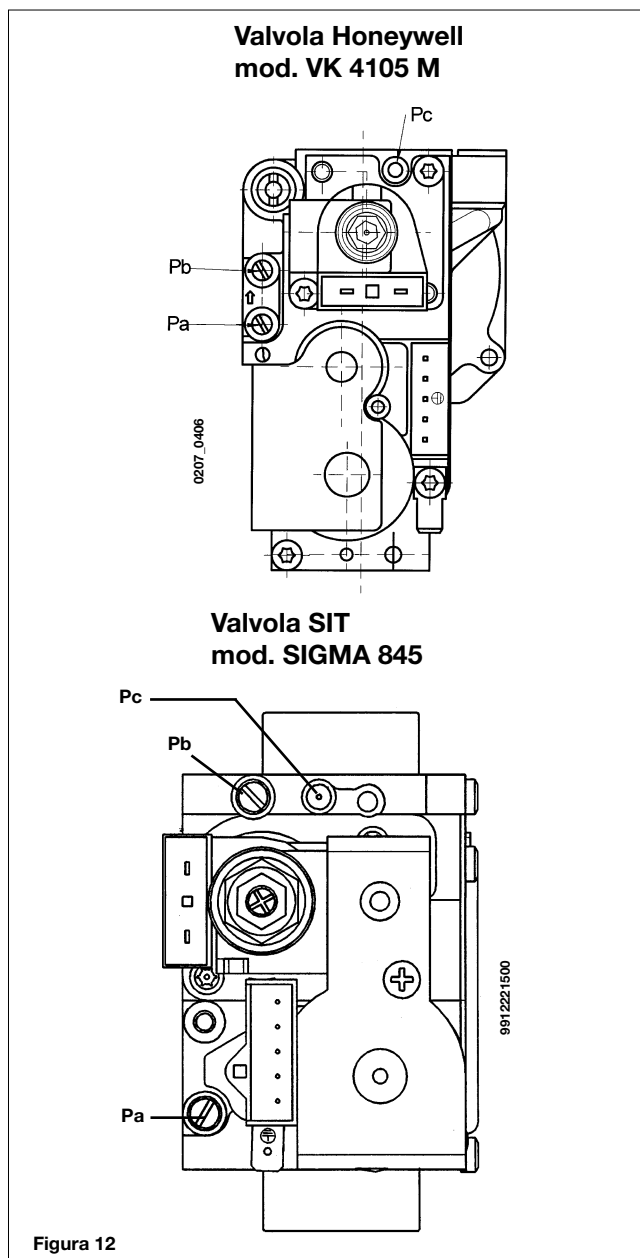

Figura 12
Le modalità di taratura del regolatore di pressione sono leggermente differenti a seconda del tipo di valvola del gas utilizzata (HONEYWELL o SIT vedi figura 12).
- collegare la presa di pressione positiva di un manometro differenziale, possibilmente ad acqua, alla presa di pressione (Pb) della valvola del gas (Figura 12). Collegare, solo per i modelli a camera stagna, la presa negativa dello stesso manometro ad un apposito "T" che permetta di collegare insieme la presa di compensazione della caldaia, la presa di compensazione della valvola del gas (Pc) ed il manometro stesso. (Una pari misura può essere effettuata collegando il manometro alla presa di pressione (Pb) e senza il pannello frontale della camera stagna); Una misura della pressione ai bruciatori effettuata con metodi diversi da quelli descritti potrebbe risultare falsata in quanto non terrebbe conto della depressione creata dal ventilatore nella camera stagna.
- verificare che la pressione dinamica di alimentazione della caldaia, misurata alla presa di pressione (Pa) della valvola del gas (Figura 12) sia quella corretta (37 mbar per il gas propano o 20 mbar per il gas naturale).